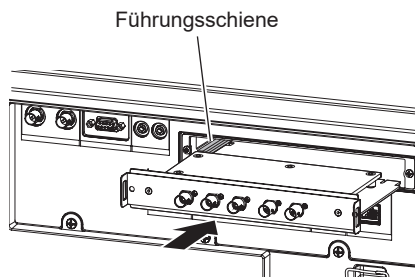

Abb. 2
- 2) **Setzen Sie die Funktionskarte in den SLOT-Adapter ein. (Abb. 2)**
2) Setzen Sie die Funktionskarte in den Projektor ein. (Abb. 2)